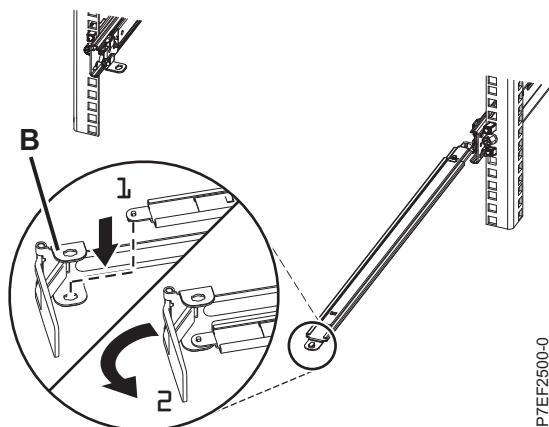

Figura 11. Fixando o Suporte de Parada da Organização de Cabos no Braço do Suporte
3. Localize o orifício no canto da parte interna do suporte de parada de gerenciamento de cabos em forma de L (B). Posicione a extremidade não conectada do suporte para organização para que a guia de trava na parte de baixo de sua ponta se alinhe ao orifício do suporte. Insira a aba no orifício (1) e gire o suporte (2) para prendê-lo ao braço de suporte. Para obter detalhes, consulte Figura 11 na página 9.